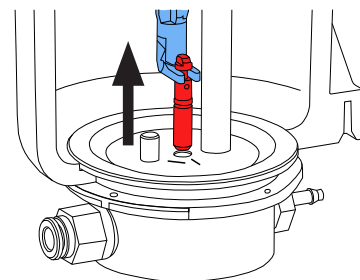

Fig. 13
- ⇒ Afferrare l'ugello dosatore con l'attrezzo e sfilarlo verso l'alto (Fig. 13).